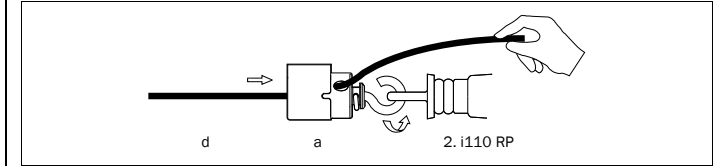

Abb. 9: Montage der 2. Seilklemme
- Seil durch die restlichen Augenschrauben führen und 2. Seilklemme montieren (Abb. 9).